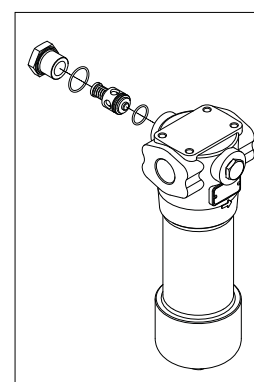

fig. 32
- (Fig. 32) Sostituire gli O-ring del bypass